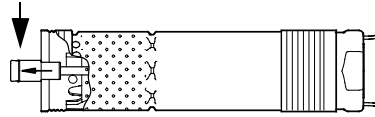

Fig. 5
2. Extraire l'arbre de pompe comme indiqué dans fig. 5.